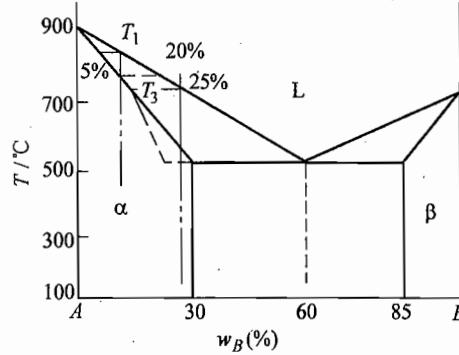

图 6-7 第八题第 1 小题解答图
1. 假设液相线和固相线均为直线，从图 6-7 可知  $K_0 = C_s/C_L = 1/2$ 。含 10% B 的液相初始结晶时晶体中应含  $(10\%)/2 = 5\% B$ 。在稳态结晶时结晶前沿成
分为合金成分的固相平衡，所以液相成分为含  $(10\%) \times 2 = 20\% B$ 。从图 6-7 得知，对应 60% 液相线上温度下降 400℃。所以， $B$  每上升 10%，温度下降 66.6℃，即  $m = \frac{400}{60\%}$ 。